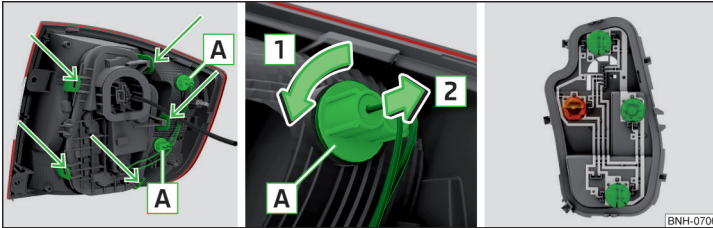

Abb. 271 Äußerer Teil der Leuchte / Glühlampe herausnehmen / Lampenhalter
- Die Fassung mit der Glühlampe **A** in Pfeilrichtung **1** drehen » Abb. 271.
- Den Lampenhalter in mit Pfeilen gekennzeichneten Bereichen entriegeln » Abb. 271 und den Lampenhalter aus der Leuchte herausnehmen.